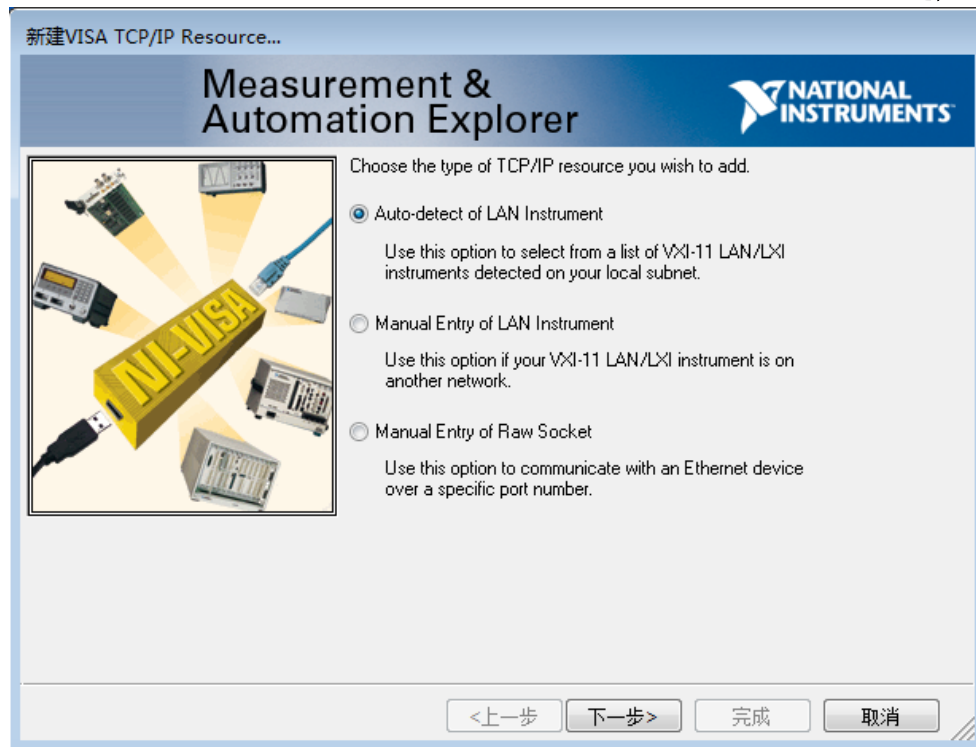
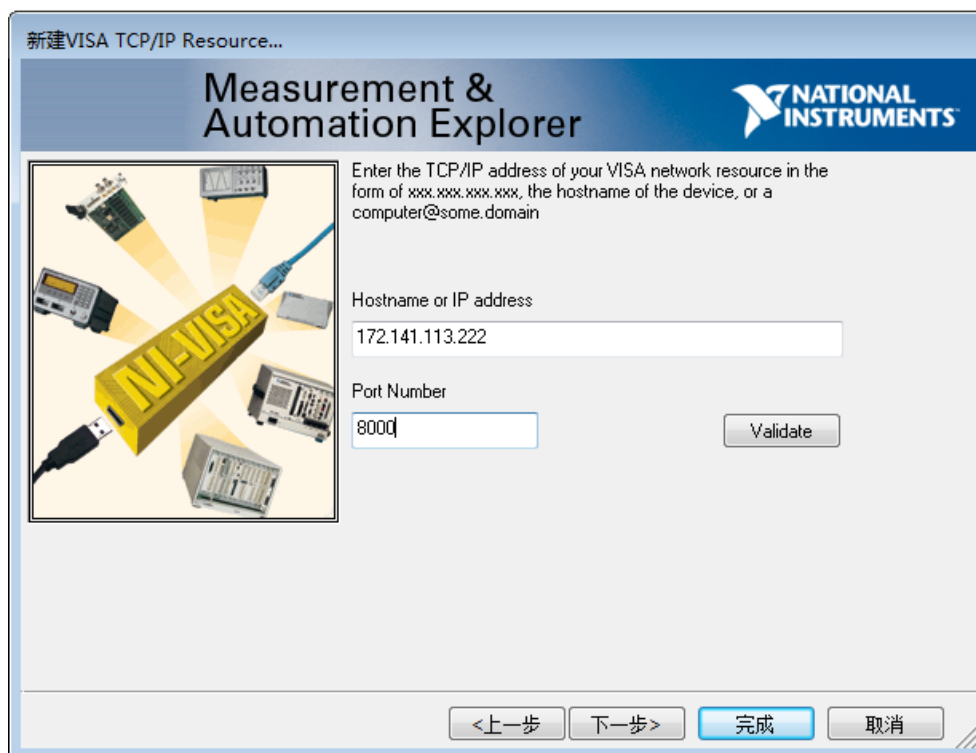

图 4.2 新建 VISA TCP/IP Resource 界面 1
图 4.3 新建 VISA TCP/IP Resource 界面 2
（2）找到“我的系统”>>“设备和端口”>>“网络设备”，右击“网络设备”，点击弹出的“Create New VISA TCP/IP Resource”菜单，进入“新建 VISA TCP/IP Resource”界面 1，如图 4.2 所示：
(3) 选中图 4.2 中的“Manual Entry of Raw Socket”，点击“下一步”，显示如图 4.3 所示：
(4) 在图 4.3 中所示的“Hostname or IP address”下方的编辑框中输入变频装置的 IP